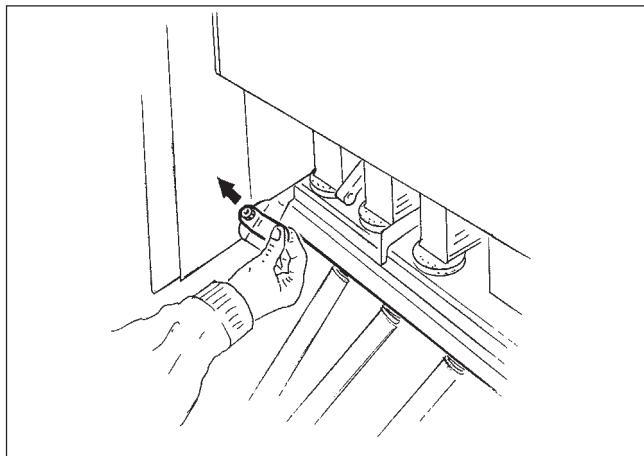
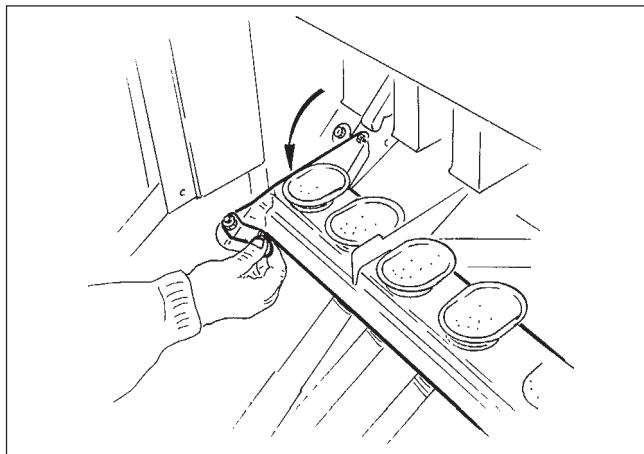

Рис. 6.4
Рис. 6.5
- Опустите панели с воронками (Рис. 6.4/1): приподнимите оба рычага (Рис. 6.4/2), которыми оборудована панель с воронками и затем опустите панель с воронками (Рис. 6.5).